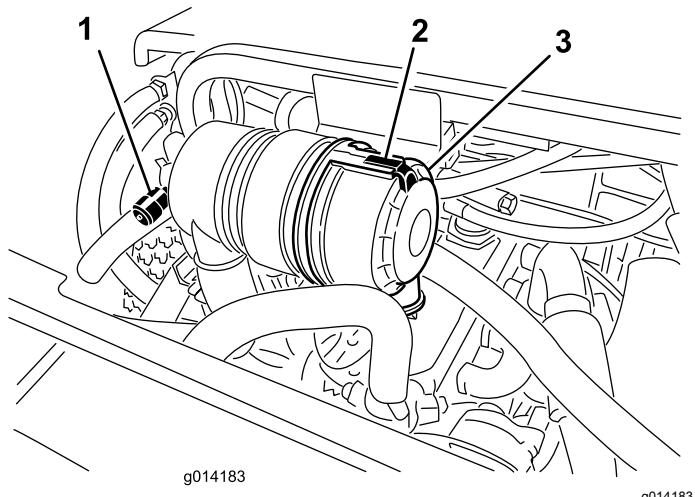

Figura 31
Effettuate la manutenzione del filtro dell'aria quando l'indicatore (Figura 31) lo richiede. Sostituendo il filtro dell'aria prima del necessario si aumenta il rischio che la morchia penetri nel motore quando si toglie il filtro.
1. Rilasciate il fermo che fissa il coperchio del filtro dell'aria al relativo corpo (Figura 31).